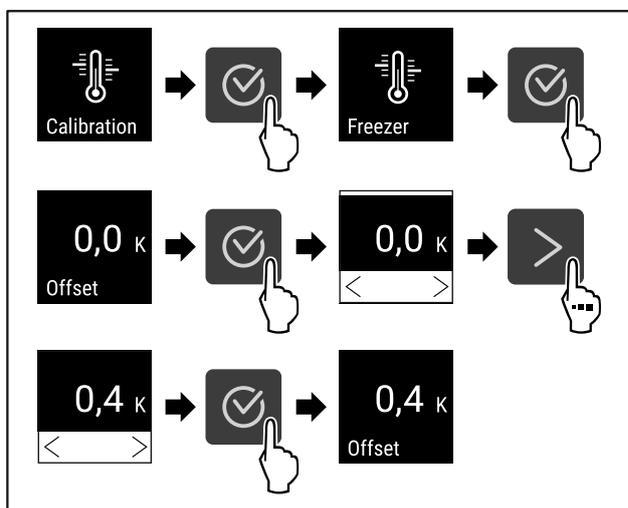

Fig. 95
- ▶ Seguir los pasos de procedimiento (consulte Fig. 95).